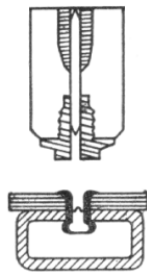

Fig. 5 – accione el interruptor de accionamiento
- d) Accione el interruptor de la remachadora (2), tantas veces sea necesario, hasta el rompimiento del mandril del remache. De esta forma, el remachado estará concluido (fig.5);